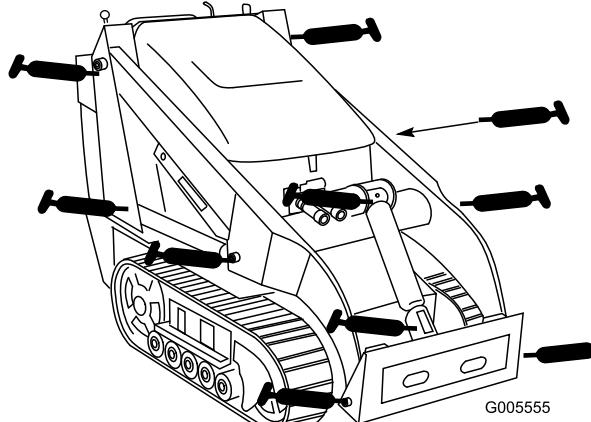
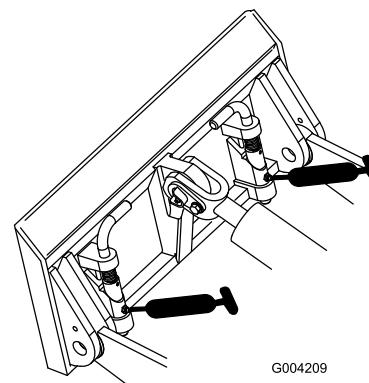

Bild 30
Bild 31
4. Setzen Sie die Fettpresse nacheinander an allen Nippeln an (**Bild 30** und **Bild 31**).